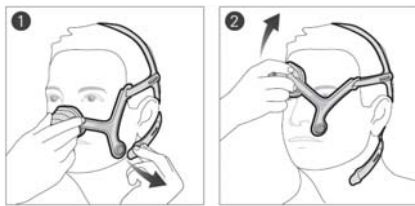

図2-取り外し方法
両側のマグネットクリップをマスクフレームから外し(図2-①)、マスククッションとヘッドギアを持ちあげて頭から外す。(図2-②)